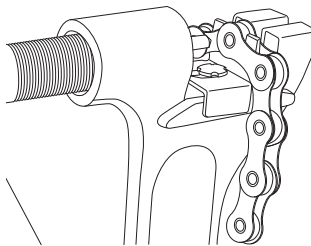

図2
- 切断するリンクを、インナー・リンクが端になるように、工具（図2）にセットします: